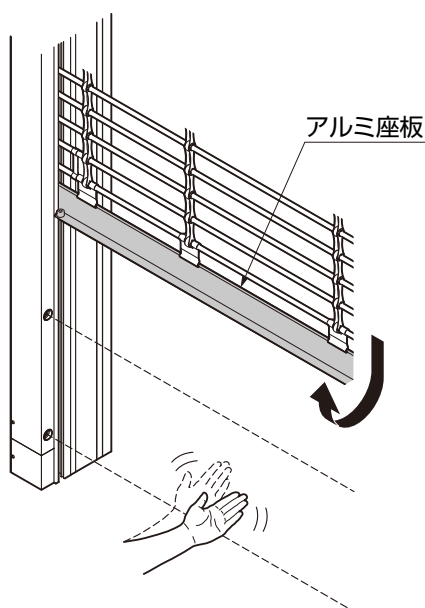

図14-3
④シャッターを閉めるときに光電管センサーに手をあてて、停止と反転をするか確認してください。(図14-3参照)